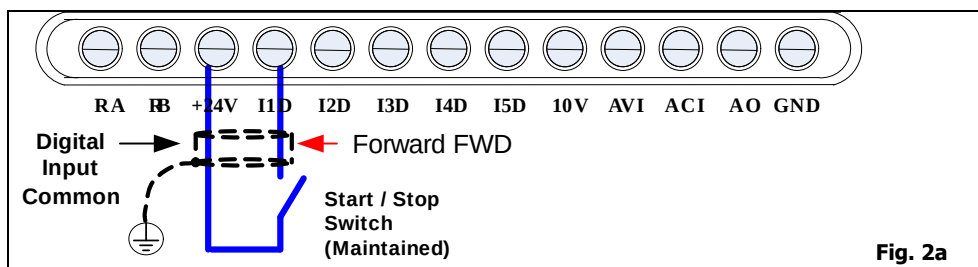

Fig. 2a
- Realice las conexiones como se muestra más abajo en la fig. 2a.